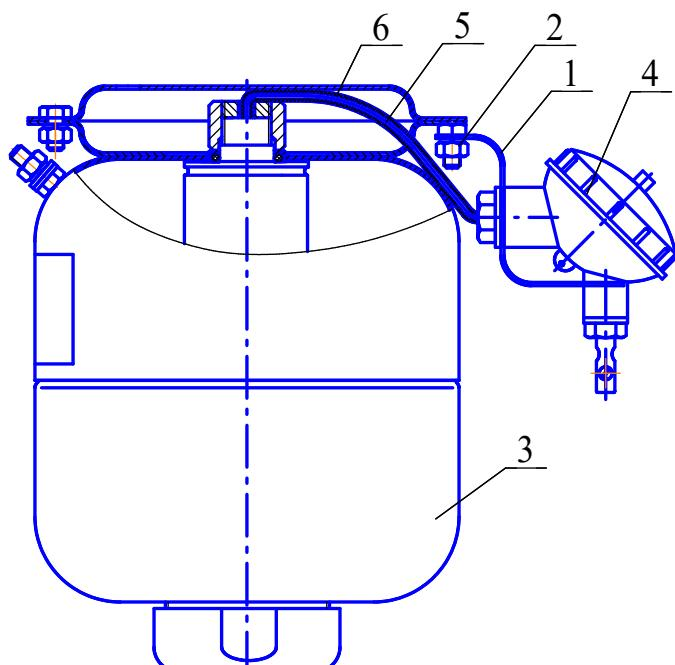
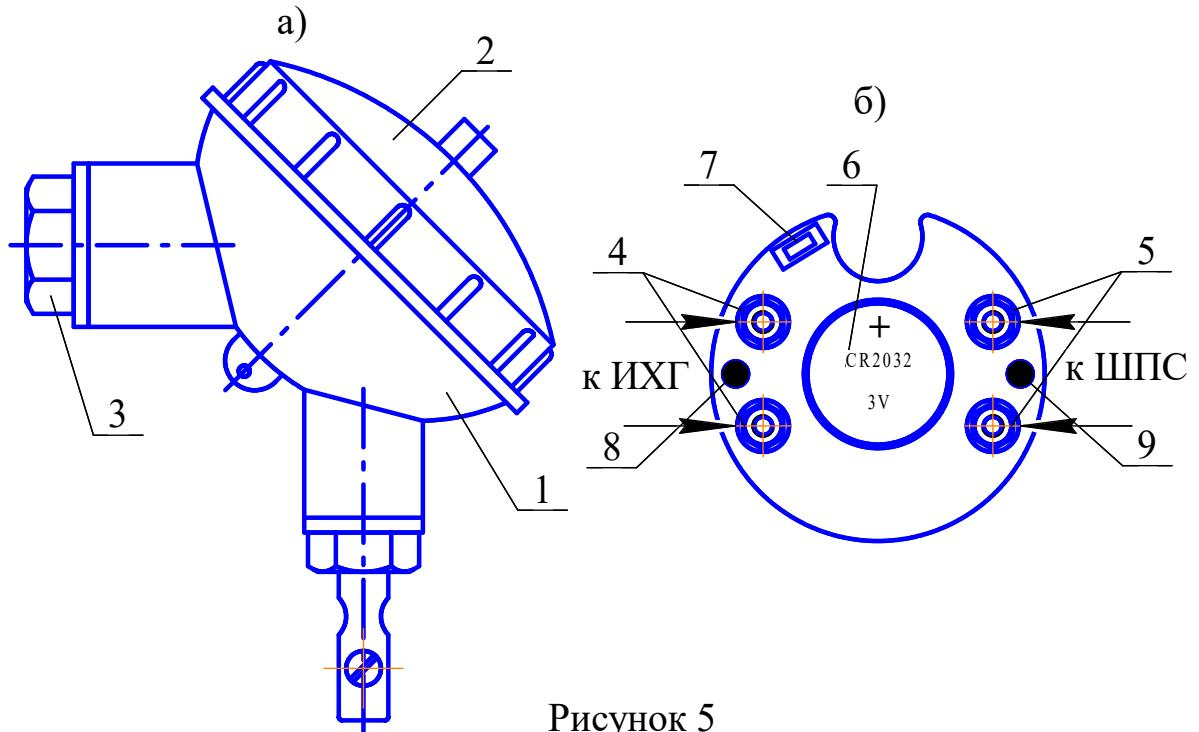

Рисунок 3
Рисунок 5
4.3.1.1 На кронштейне **1**, закрепленным гайкой **2** на корпусе МПП **3** (см. рисунок 3), установлен электронный узел запуска (устройство пусковое температурное) **4**. Вывода **5** элемента электропускового ИХГ, вставленные в трубку ПВХ **6**, через гермоввод соединены с электронным узлом запуска **4**.
6.4.2 Гайкой 2 (см. рисунок 3) закрепить на корпусе МПП кронштейн 1.
6.4.3 С корпуса 1 электронного узла запуска (см. рисунок 5) открутить крышку 2 и винт 3. Через отверстия винта 3, кронштейна 1 (см. рисунок 3) в гермоввод электронного узла запуска ввести провода элемента электропускового ИХГ и при необходимости ШПС. Винтом 3 согласно рисунку 3 закрепить на кронштейне электронный узел запуска.